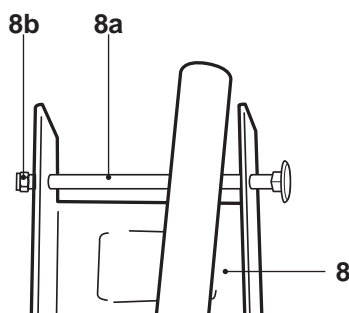

Fig. 3a
- > Dévissez les écrous [8b] et enlevez-les avec les boulons [8a] sur les deux plaques de fixation [8] (Fig. 3a).